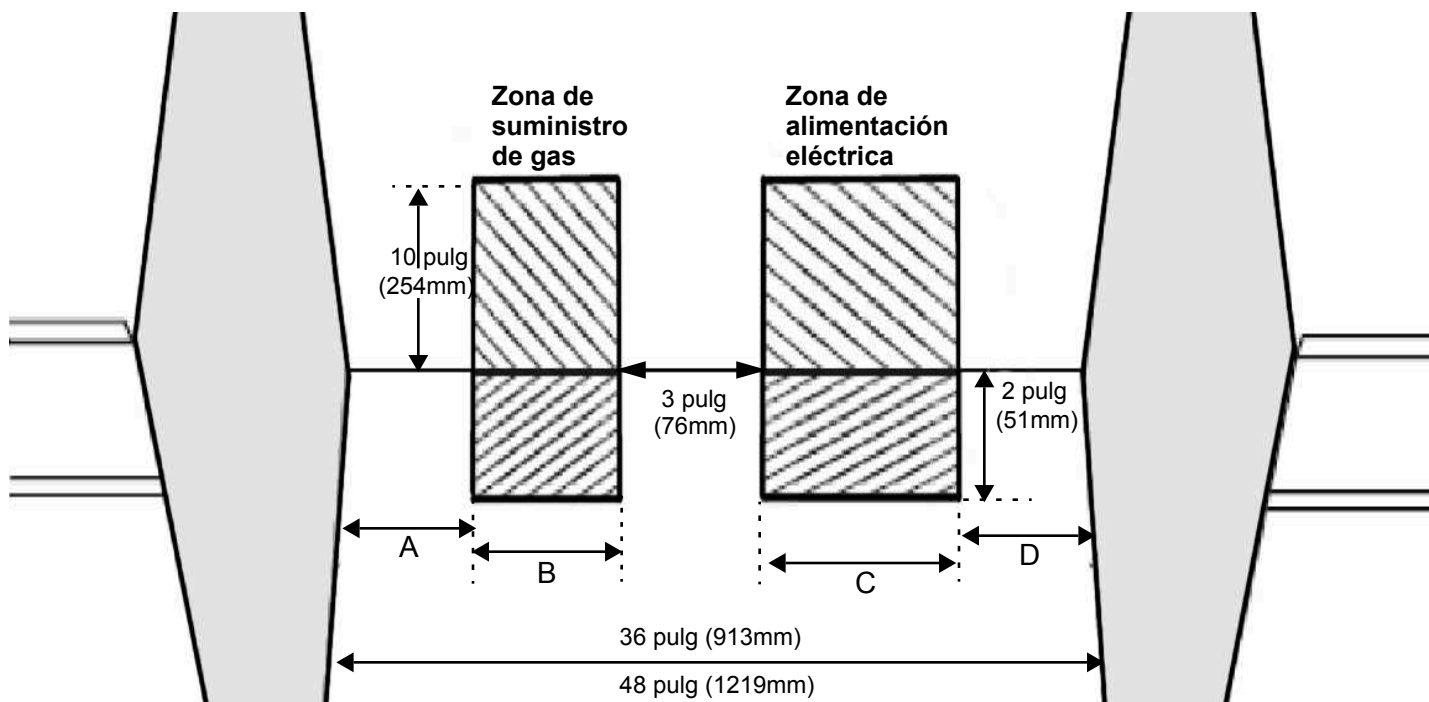

Figura 3: Suministro de gas y alimentación eléctrica de las estufas mixtas
- El suministro de gas y la alimentación eléctrica deben estar dentro de la zona indicada en la *Figura 3*.